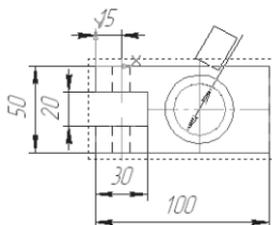

Рис. 345
- выберите команду  – **Диаметральный размер** и укажите курсором мыши базовую окружность или дугу (рис. 345);